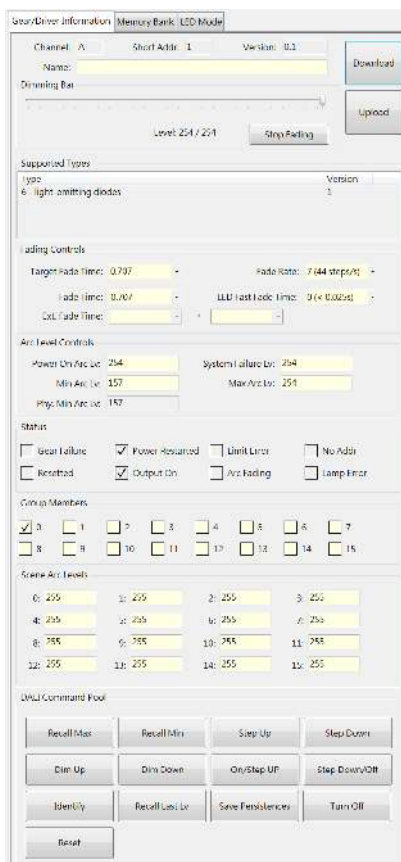

Рисунок 10.
9. Выберите в списке устройство, с которым Вы хотите произвести какие-то действия. Откроется вкладка с параметрами. Для считывания текущих параметров из устройства, нажмите кнопку Download (Рисунок 10). На этой вкладке можно управлять подключенным устройствам, настраивать группы, сцены и другие параметры DALI устройства. После внесенных изменений нажмите кнопку Upload, чтобы загрузить параметры в контроллер.